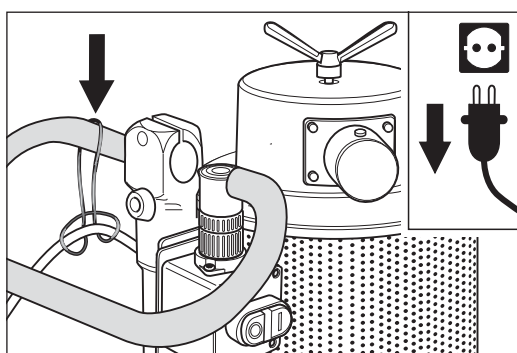

Abb. 15 Das Verlängerungskabel am Staubabscheider vorbeiführen und den Zugentlastungsring am Haltebügel einhängen.
- 3 Führen Sie das Verlängerungskabel am Staubabscheider vorbei und hängen Sie den Zugentlastungsring am Haltebügel ein (Abb. 15).